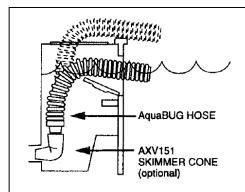

Abb. 7
**Abb. 7** zeigt die Anschlussmethode bei einer seitlichen oder rückseitigen Ansaugung. Bei dieser Konfiguration ist der Standardadapterkegel AEXV093BP nicht verwendbar, und Sie müssen bei Ihrem Hayward-Händler den rechtwinkligen Adapterkegel AEXV151 90 beziehen.